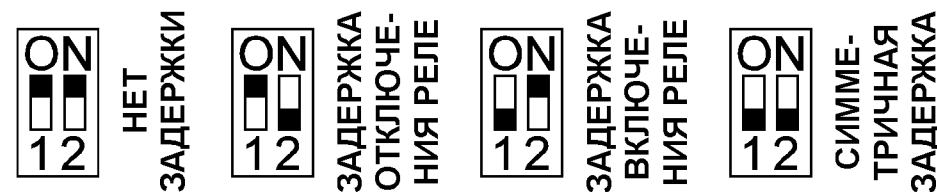

Рис. 5. Внутренние переключатели датчика.
Задержка между появлением (пропаданием) сигнала и переключением контактов реле задается регулятором «Время» и состоянием переключателей 1 и 2. Если необходима только задержка включения или задержка выключения, то размыкается один из переключателей, при необходимости симметричной задержки - оба. Состояние переключателей показано на рис. 5.
5. Установить переключатели времени задержки в положение «Нет задержки» (рис. 5).
10. Установить переключатели времени задержки в соответствие с рис. 5. Регулятором «Время» следует установить задержку на переключение контактов реле.